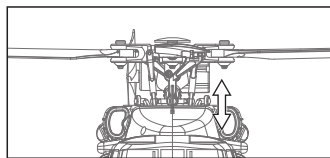

図1. 機体を正面から見た図
1. エルロンスティック(モード1:右スティック、モード2:右スティック)を左右に動かすとエルロンサーボ側のリンケージロッドが上下します(図1)。動作に引っ掛かりや異音がないか確認します。